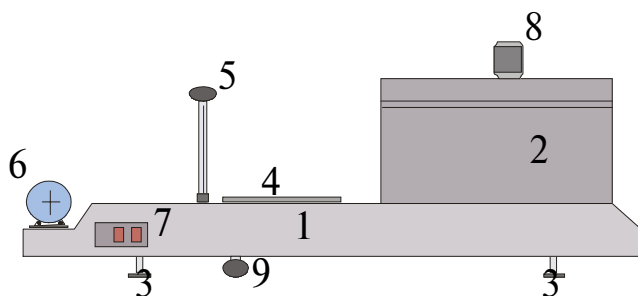

Рис. 1
Термоусадочный упаковочный аппарат ТПЦ-450 (см рис.1) представляет собой сборный металлический корпус 1, термоусадочной камерой 2, сваривающим и отрезающим термоножом 5 и металлической кареткой 4. К аппарату прилагается подставка для термопленки 6 с двумя параллельными валами, предназначенными для установки на них рулона пленки.
1. Выключить тумблеры «ТЭН», «НОЖ» (см. рис. 1).